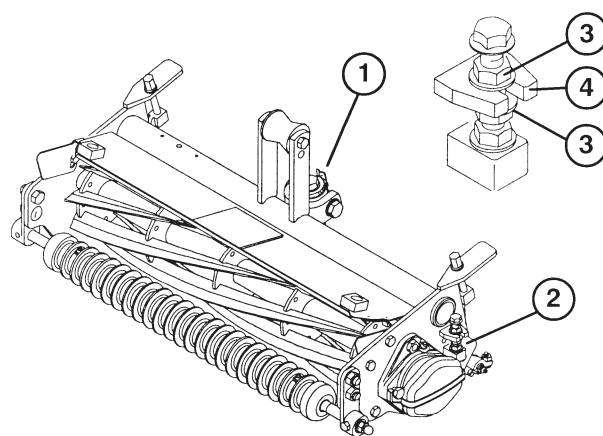

Figure 1
Reglage du contact contre-lame/cylindre (Fig. 1 & 2)
dans le sens inverse des aiguilles d'une montre (Fig. 1).
5. Tournez les écrous à bride (voir encadré à la Fig. 1) en haut et en bas de la patte du châssis, dans le sens horaire ou anti-horaire pour élever ou